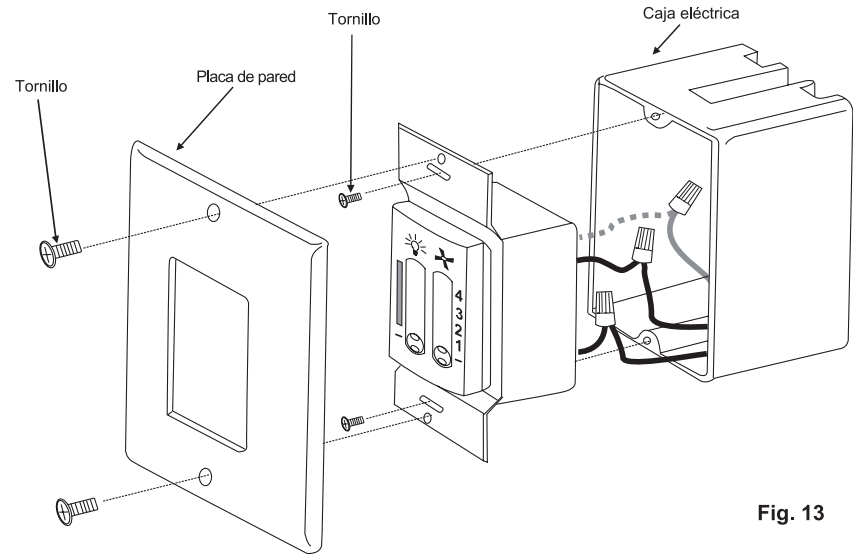

Fig. 13
Paso 1. (Fig. 13) Introduce con cuidado las conexiones de los cables dentro de la caja eléctrica. Asegura el control de pared con los dos tornillos incluidos.